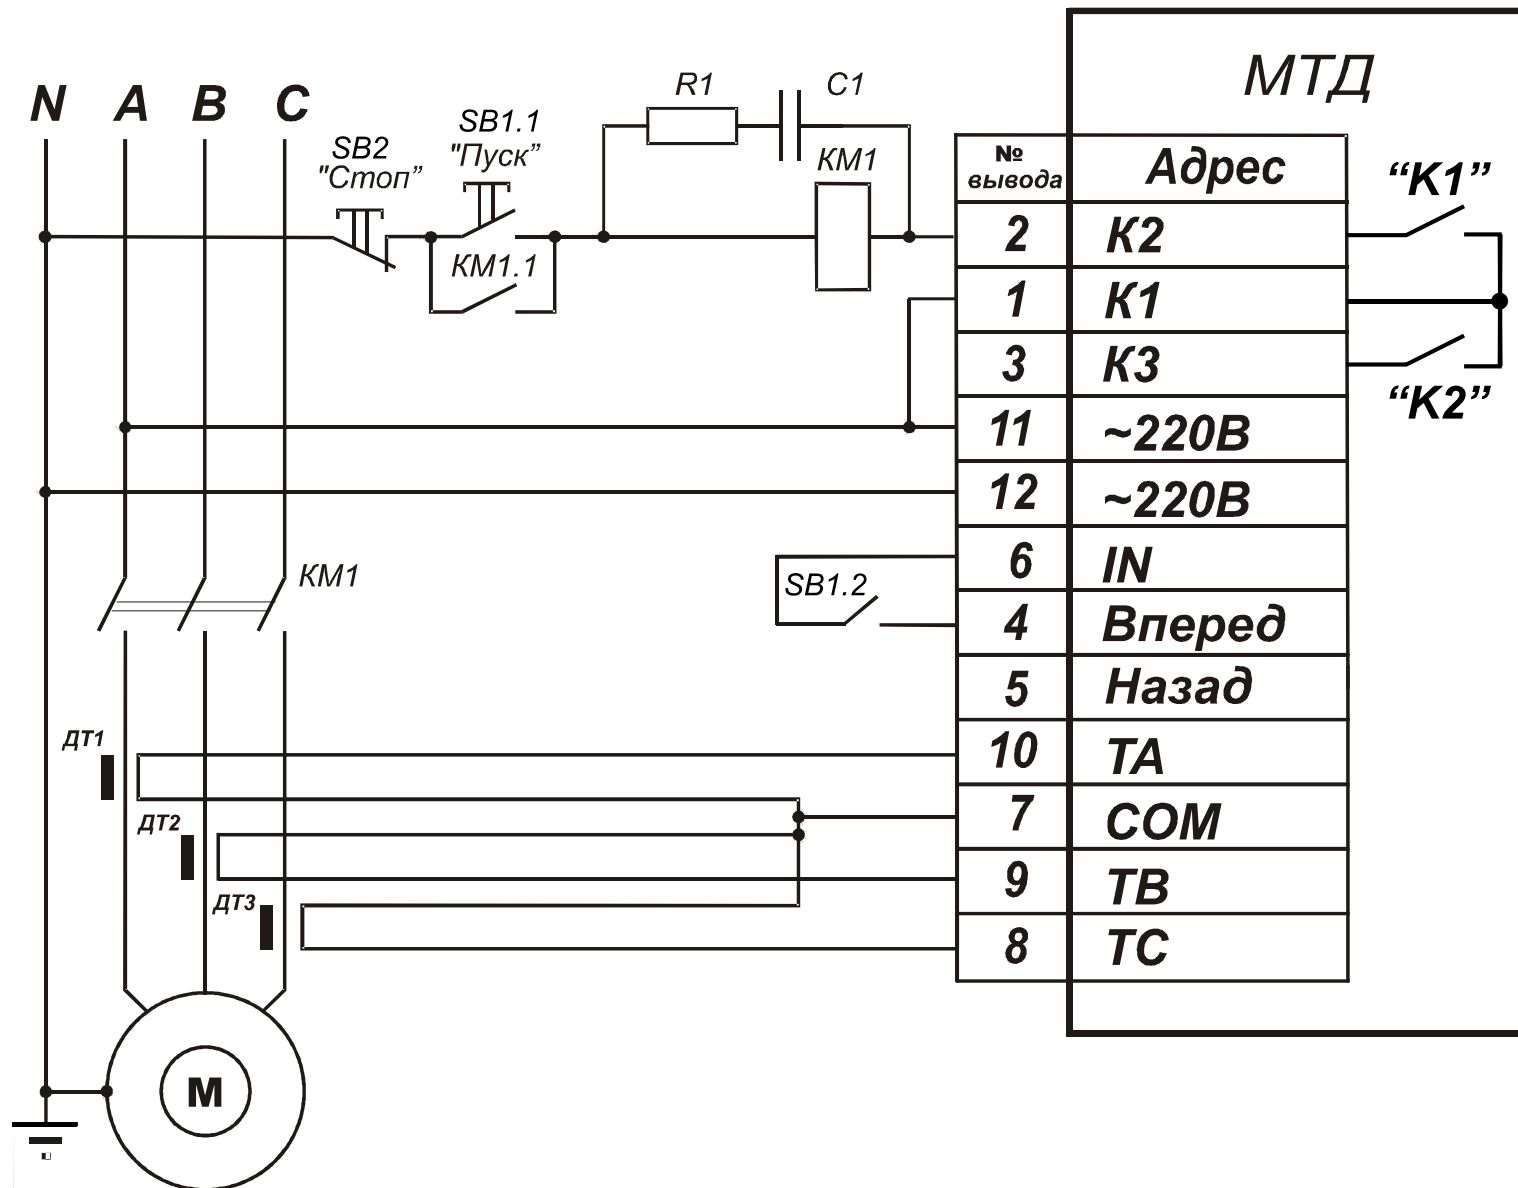
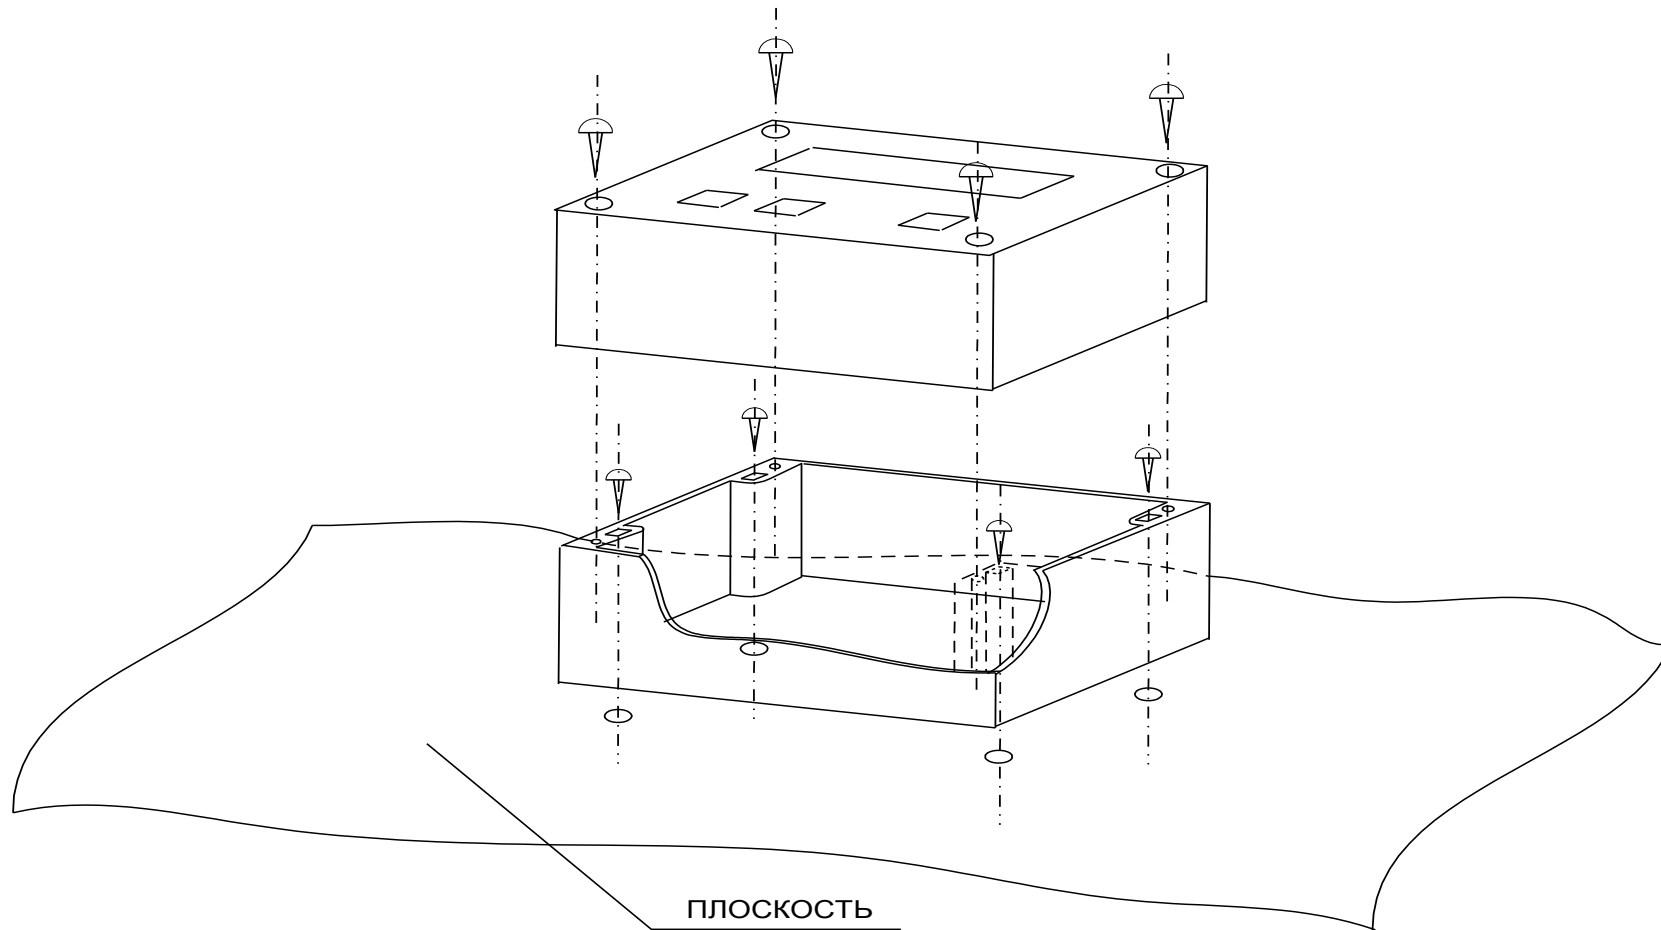

Рис.3 СХЕМА ПОДКЛЮЧЕНИЯ МТД К ПУСКАТЕЛЮ
Рис.8 СБОРКА КОРПУСА
5.5 Подключение устройства защиты МТД производится в соответствии с рис. 3,4. При подключении МТД в корпусе настенного и щитового крепления необходимо снять с него верхнюю крышку, для обеспечения доступа к клеммнику (см. рис. 8). При подключении устройства защиты МТД в корпусе для монтажа на DIN – рейку установите перемычку ($S=1,0\text{мм}^2$) между клеммами обозначенными цифрами 1 (рис.1б), дальнейшее подключение МТД производится в соответствии с рис 3,4.